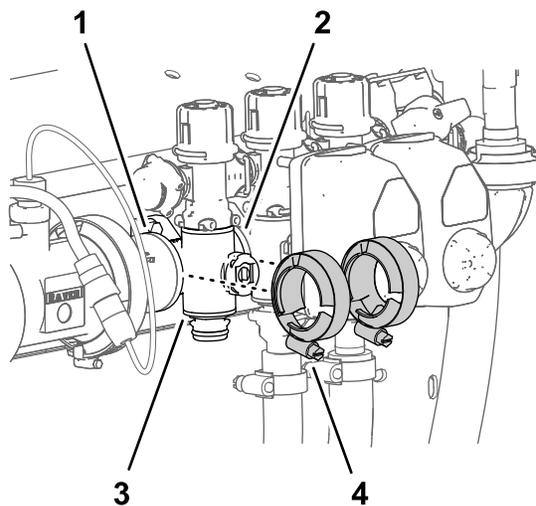

**Figura 110**
1. Retire o pino de ligação rápida que prende o acoplador de ligação rápida para a válvula de distribuição de secção à válvula do coletor da secção (Figura 110).
2. Retire o pino de ligação rápida que prende o acoplador de ligação rápida para o tubo de fornecimento de secção ao coletor para a união de ligação rápida da válvula do coletor da secção (Figura 110).